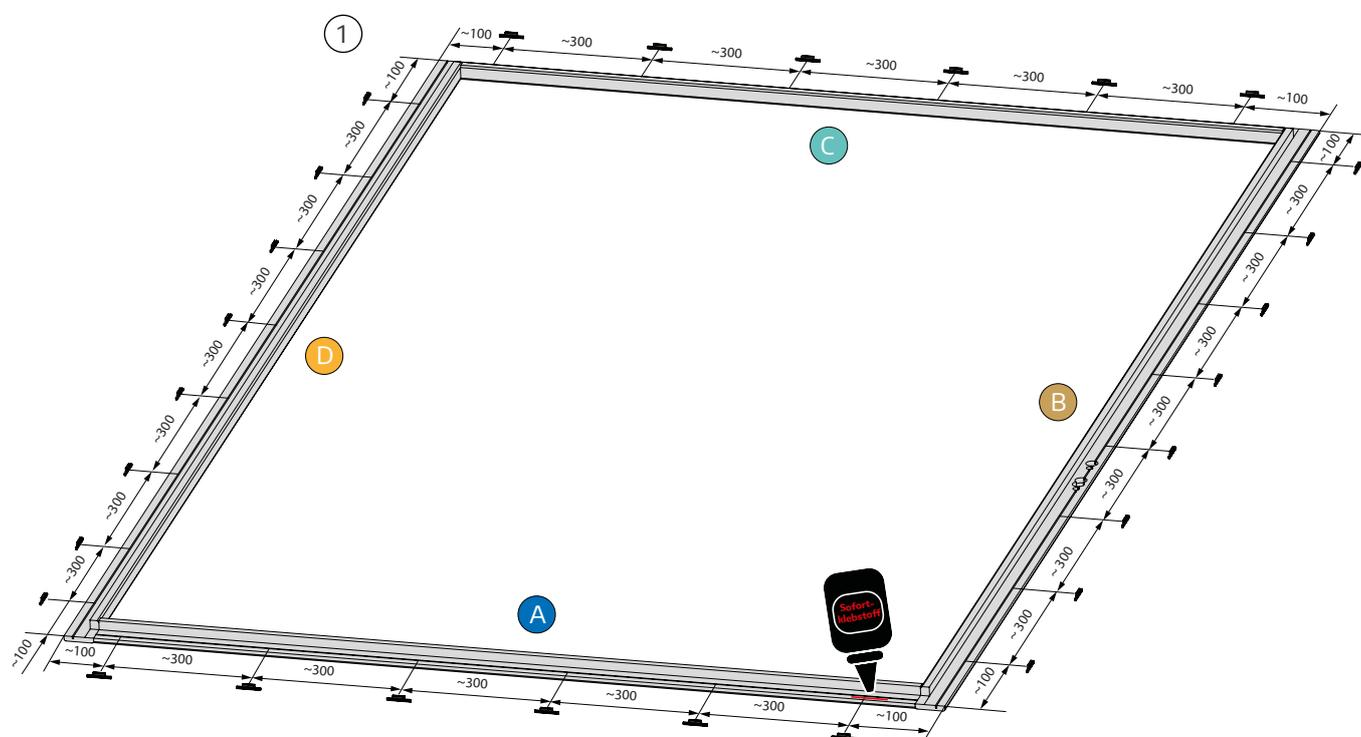

Abb. 1
- ② Befestigen Sie die Miniklicks im Holzrahmen mittels Sofortklebstoff (s. Abb. 1 und Abb. 2).